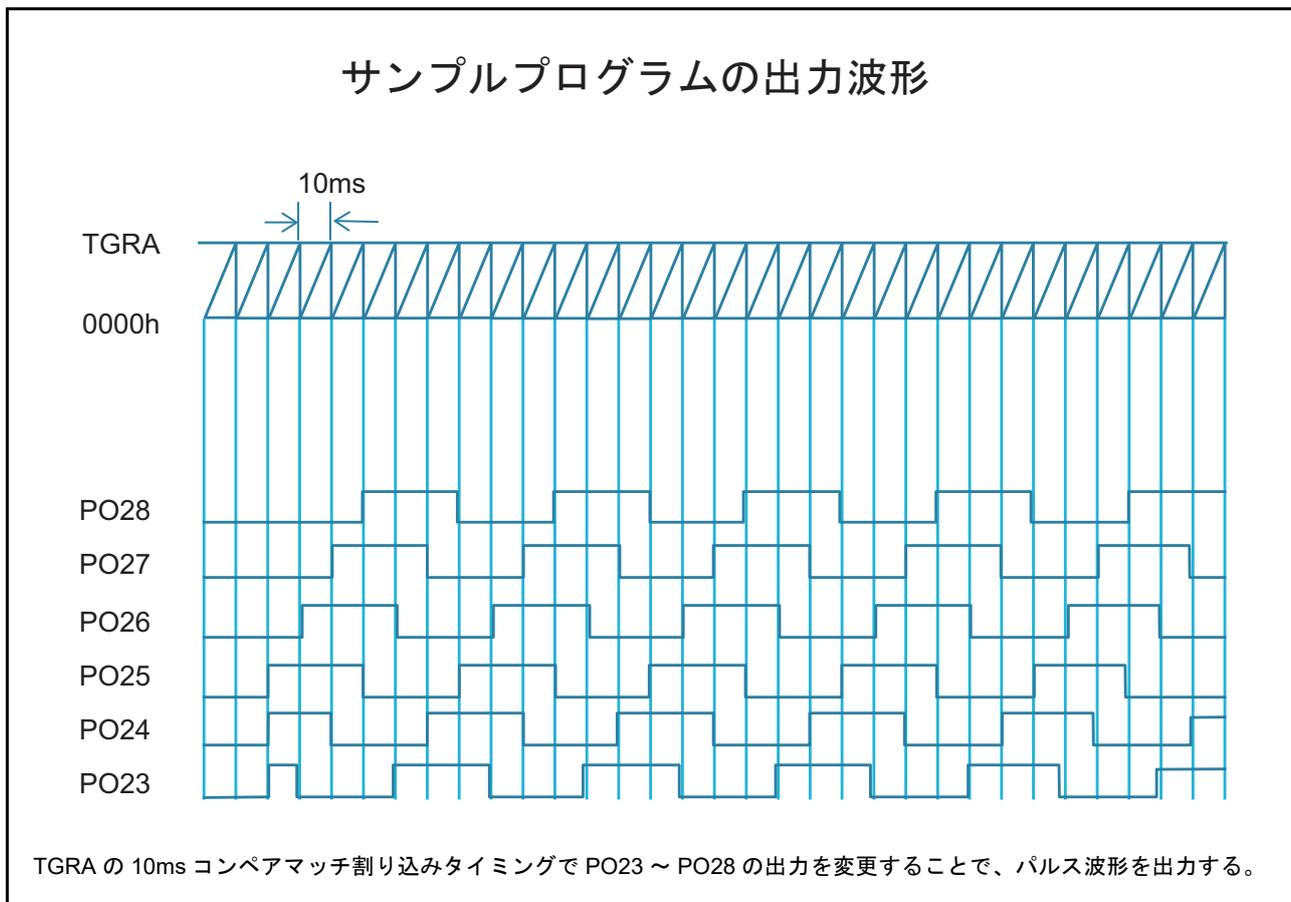

図 6.2 出力波形
- TPUa チャンネル 0 コンペアマッチ A 割り込み (コールバック) をトリガとして、10ms 割り込み周期毎に出力パターンのテーブル (表 6.17) を切り替えることで、図 6.2 のパルス波形を出力する。